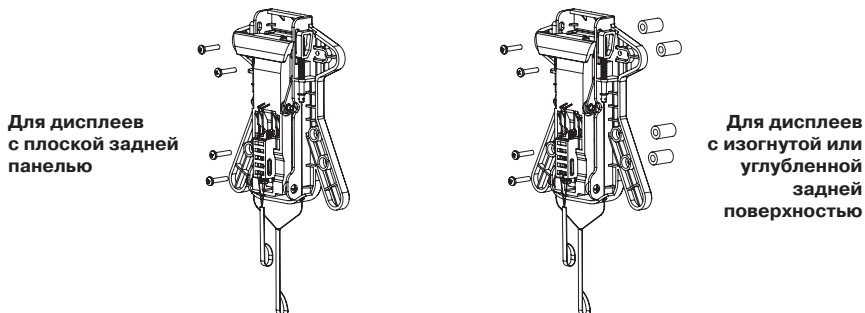

Рис. 5
2. Приложите крепежную пластину к задней части дисплея и прикрепите ее с помощью винтов, ранее определенных Вами в пункте 1. Если Вы используете винты M4 x 20 на дисплее с изогнутой или углубленной задней поверхностью, Вам также могут понадобиться проставки (E) (см. рис. 5). Однако используйте проставки только в случае необходимости.